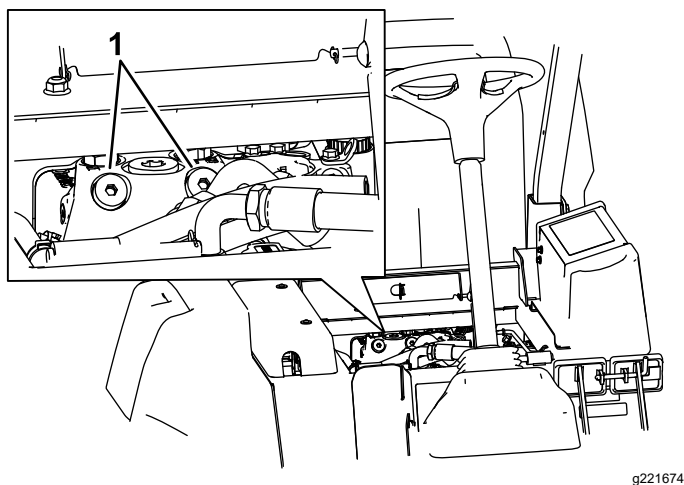

Figure 75
1. Soulevez le siège et localisez les vannes de dérivation qui sont situées sous l'avant du réservoir de carburant (Figure 75).